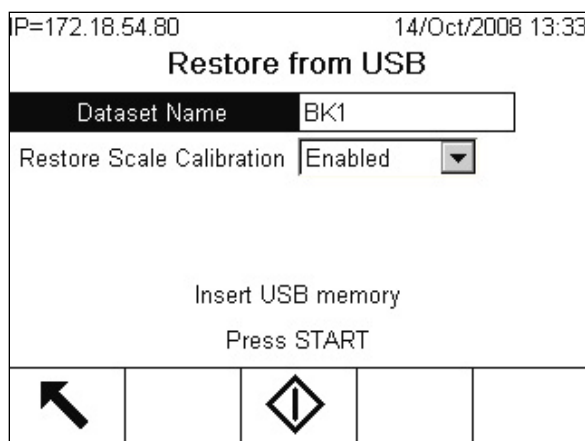

Abbildung 3-3: Restore from USB (Von USB wiederherstellen)
2. Folgen Sie dem Menüpfad „Setup“ > „Maintenance“ (Wartung) > „Run“ (Ausführen) > „Restore from USB“ (Von USB wieder herstellen). Daraufhin erscheint ein Bildschirm, der dem in Abbildung 3-3 dargestellten ähnlich ist.